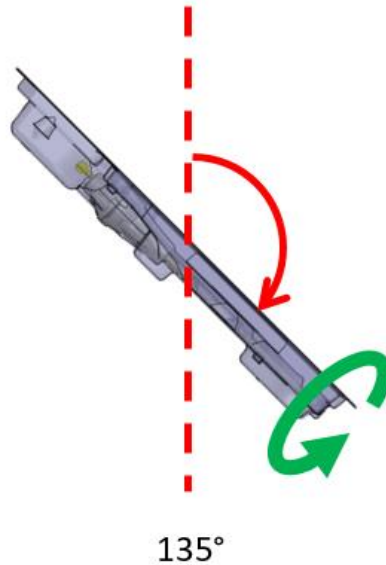

Bild 16: Ultraljudsapplikatoren i 135°-läge
- e. Fortsätt att luta ultraljudsapplikatoren till 135°-läget och upprepa den rotationscykel som beskrivs i föregående steg (*Bild 16*).